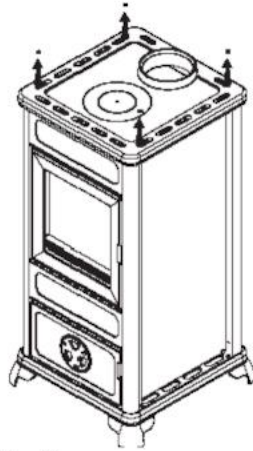

fig. 2
- Quitar el top desatornillando los 4 tornillos, como en la fig. 2.